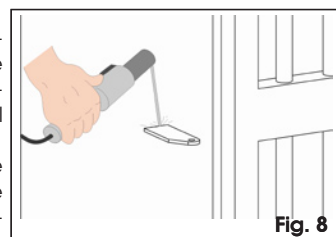

Fig. 8
- a- Nel caso di pilastri in ferro saldare la staffa direttamente al pilastro (Fig. 8).